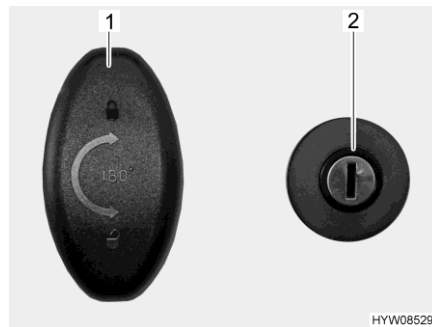

Bild 54 Dörrlås (garagedörr)
- Stick in nyckeln i låscylindern (Bild 54,2) och vrid medurs. Centrallåset är upplåst.
- Vrid låshandtaget (Bild 54,1) medurs ett halvt varv och öppna garagedörren.
- Vrid låshandtaget (Bild 54,1) moturs ett halvt varv.
- Stick in nyckeln i låscylindern (Bild 54,2) och vrid moturs. Centrallåset är låst.